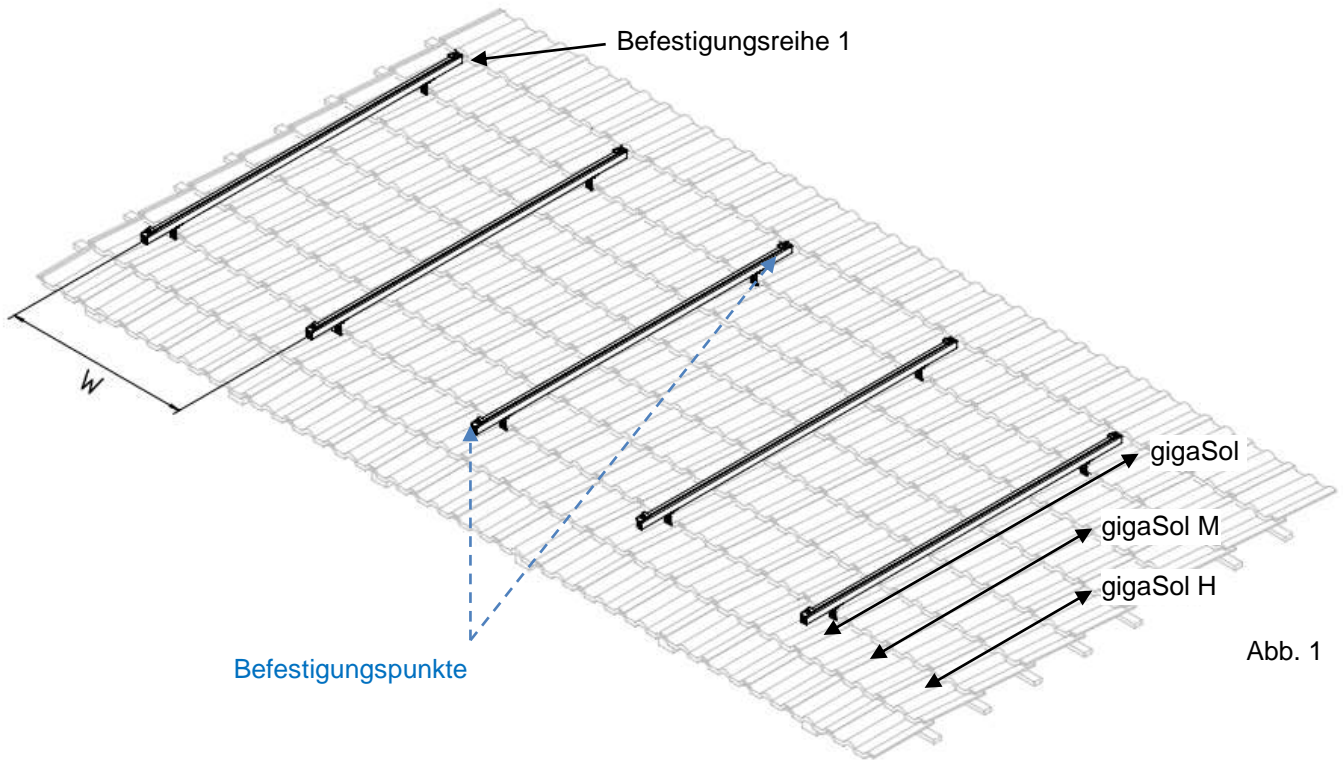

Abb. 1
- Bestimmen Sie die Lage der Kollektoren am Dach. Entfernen Sie für jeden Dachhaken (1) einen Dachziegel, welcher genau auf einem Sparren liegt (Abb. 1). Beachten Sie, dass die oberen Dachhaken mindestens zwei Ziegelreihen unterhalb vom First montiert werden sollen!